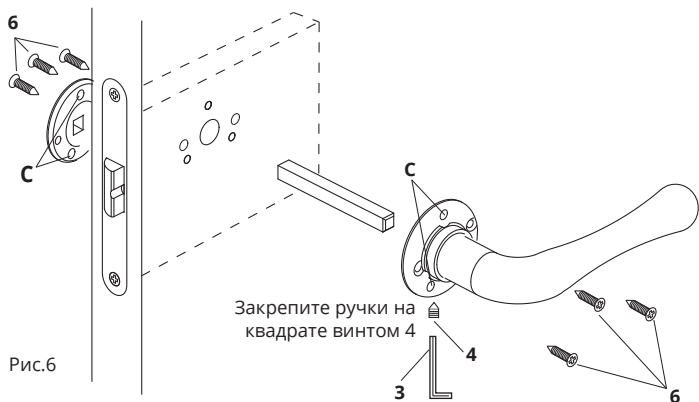
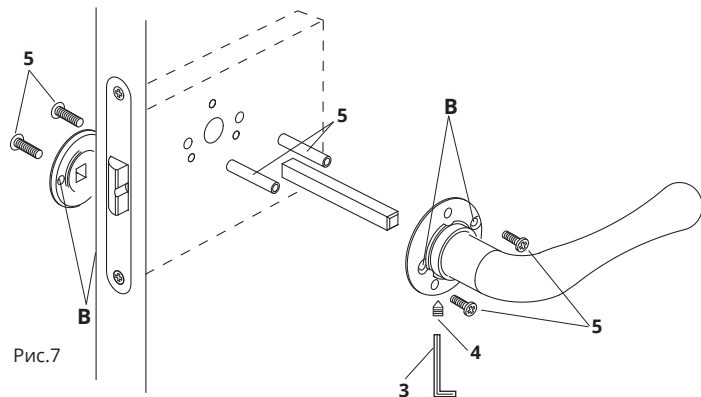

Рис.6
Рис.7
2. Выберите способ фиксации ручки: Саморезы для дверей из массива (Рис.6, п.6), установка (Рис.6) или стяжные винты (Рис.7, п.5), установка (Рис.7).